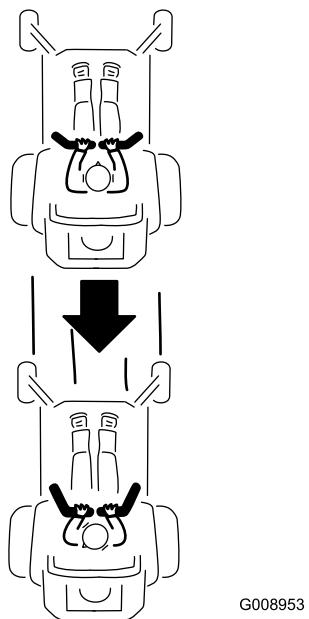

Bild 26
2. Ziehen Sie zum Rückwärtfahren die Fahrantreibshebel langsam nach hinten (Bild 26).